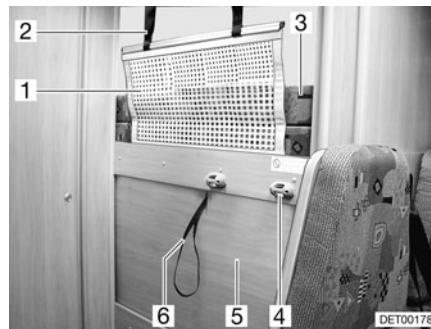

Fig. 82 Litera (lado)
- Tirar del lazo (Fig. 82,6) e inclinar hacia atrás la cama (Fig. 82,5).
- Tomar el colchón (Fig. 82,3) de la cama superior y colocarlo en la cama inferior.
- Enganchar la escalera de ascenso con los largueros en el soporte (Fig. 82,4) en el panel.
La red de seguridad (Fig. 82,1) viene de serie entre el colchón y el somier. Tender la red de seguridad cuando las personas ya se encuentren en la cama.
- Engatillar las cintas de sujeción (Fig. 82,2) en los soportes en el techo.